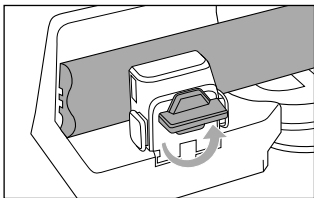

Fig. 11
- ◆ Ruotare il pulsante di blocco ❸ in senso antiorario per allentare il pezzo di legno (vedere fig. 11).